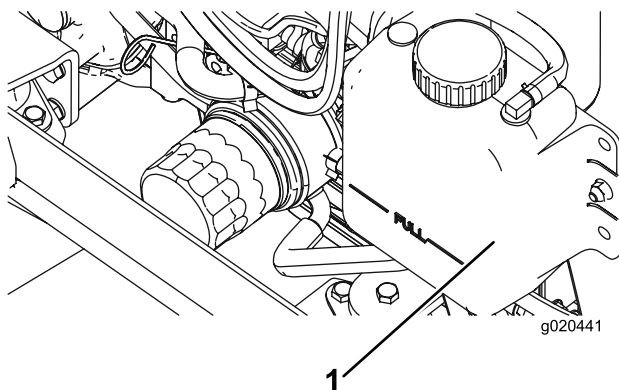

図 110
2. ラジエーターと補助タンクのキャップを注意深く開ける 図 110